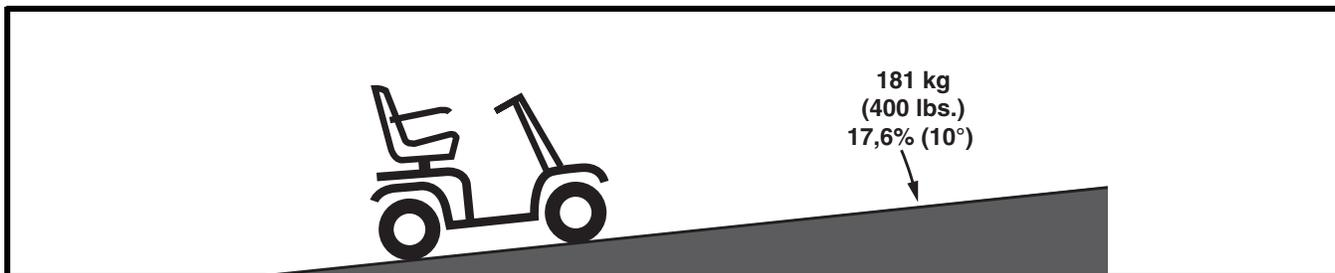

Abb. 1. Maximal Empfohlene Steigung für 4-Rad Betrieb
**WARNUNG! Obwohl Ihr Elektromobil eine größere Steigung als in Abb. 1 angegeben überwinden kann, dürfen Sie unter keinen Umständen die Steigungsrichtlinien überschreiten oder andere Anweisungen dieses Handbuchs vernachlässigen. Dies kann zur Instabilität Ihres Elektromobils führen.**
Da in manchen Ländern öffentliche Rollstuhlrampen nicht einer staatlichen Regulierung unterliegen, ist der Steigungswinkel nicht unbedingt immer gleich. Andere Steigungen können naturbedingt oder künstlich sein, aber nicht für Elektromobile konstruiert. **Abb. 1** zeigt die Stabilität Ihres Elektromobils sowie seine Fähigkeit, Steigungen mit verschiedenen Ladungen und unter geregelten Testbedingungen zu überwinden
**WARNUNG! Jeder Versuch, eine größere Steigung als abgebildet in Abb. 1 zu überwinden, kann zu Instabilität und eventuell zum Umkippen Ihres Elektromobils führen.**